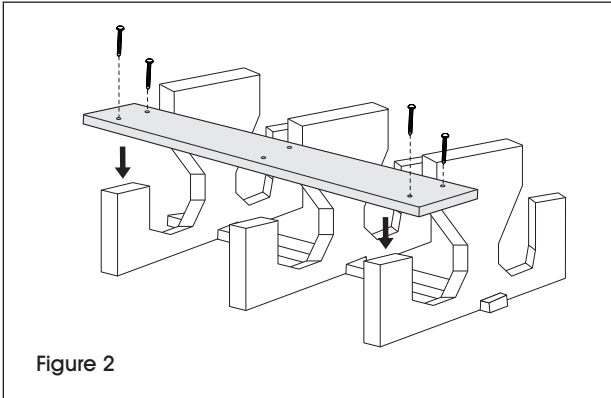

Figure 2
3. Placez une planche de chaque côté des bases en plastique (section des sièges). Prépercez les trous aux extrémités des planches à l'aide de la perceuse et de la mèche de 3/8 po. Fixez sans serrer les planches aux bases en plastique à l'aide des tire-fonds de 4 po, de la perceuse et de la douille tournevis de 3/4 po (à bien visser plus tard à l'étape 8). (Voir Figure 2)